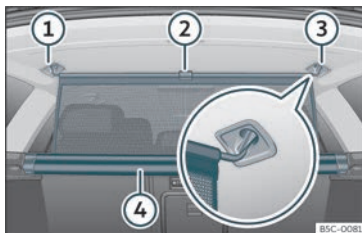

Fig. 121 Na bagageira: fixar a rede de separação.
- Puxe a aba para cima»» Fig. 121 ② para tirar a rede da carcaça ④.
- Prender a rede de separação do lado esquerdo ou direito ③ (imagem ampliada).
- Prender a rede de separação no alojamento do outro lado ① puxando a barra.